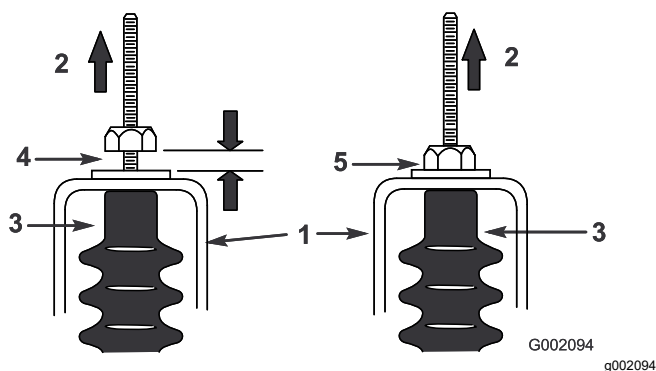

Figura 63
5. Puxe cada cabo de mudança para se certificar de que existe folga de 0,76 a 1,52 mm entre a porca/anilha e o suporte neutro (Figura 63).